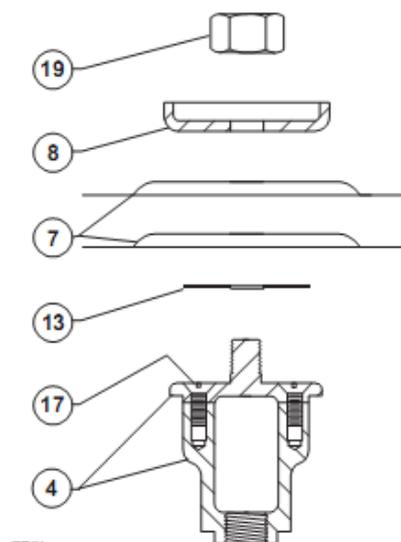

Figura 5. Visão Ampliada do Conjunto da Cabeça do Diafragma e Culatra
1. Remova a cobertura de proteção (se presente), e solte a porca de aperto (item 18).
2. Gire o parafuso de ajuste (item 15) no sentido anti-horário para remover a compressão da mola.
3. Remova cobertura de fundo (item 3), o O-ring da cobertura de fundo (item 14), e a mola (item 10).
4. Desenrosque o conjunto do disco da válvula (item 6) da culatra (item 4).
5. Remova o colar do disco da válvula (item 22) do conjunto do disco da válvula.
6. Remova os parafusos-prisioneiro do invólucro da mola (item 16), e então separe o invólucro da mola (item 2) do corpo (item 1).
8. Consulte a Figura 5. Remova a porca de aperto do diafragma (item 19), e então remova a placa do diafragma (item 8), os dois diafragmas (item 7), e a junta da placa do diafragma (item 13).
9. Remova os parafusos (item 17) da culatra, e então retire a metade inferior e superior da culatra do corpo.
10. Remova o orifício (item 5). Examine a extremidade de assentamento do orifício. Substitua-o se a sua extremidade estiver desgastada ou cortada.
1. Instale o orifício (item 5) no regulador.
2. Insira a metade inferior e superior da culatra (item 4) no regulador, e depois aperte-as juntas usando os parafusos (item 17).
3. O conjunto do disco da válvula (item 6) tem dois discos, um para cada extremidade. Inspeccione ambos os discos da válvula, e escolha um para ser usado. Rosqueie o conjunto do disco da válvula dentro da culatra de forma que o disco a ser usado fique posicionado contra o orifício. Rosqueie o colar do disco da válvula (item 22) sobre a extremidade exposta do conjunto do disco da válvula.
4. Coloque o O-ring da cobertura de fundo (item 14) sobre a cobertura de fundo (item 3). Depois, coloque a mola (item 10) dentro da cobertura de fundo, rosqueando-a dentro do regulador.
5. Coloque a junta do corpo (item 12) sobre o corpo do regulador (item 1).
6. Consulte a Figura 5. Coloque a junta da placa do diafragma (item 13), os dois diafragmas (item 7), e a placa do diafragma (item 8) na culatra (item 4). Certifique-se de que as convoluções do diafragma estão voltadas para a mola, e depois prenda firmemente as peças rosqueando a porca de aperto do diafragma (item 19) sobre a culatra.
7. Coloque a mola do regulador (item 11) e sede superior da mola (item 9) sobre a placa do diafragma.
8. Coloque o invólucro da mola (item 2) sobre a mola e sobre o corpo do regulador. Oriente o escape ou escapes do invólucro da mola para a posição desejada. Insira os parafusos-prisioneiro (item 16), e apertando-os somente com os dedos.
9. Rosqueie o parafuso de ajuste e a porca de aperto (itens 15 e 18) dentro do invólucro da mola até comprimir levemente a mola. Depois, aperte firmemente os parafusos-prisioneiro (item 16), e então consulte a seção "Partida" para realizar os procedimentos de ajuste necessários.